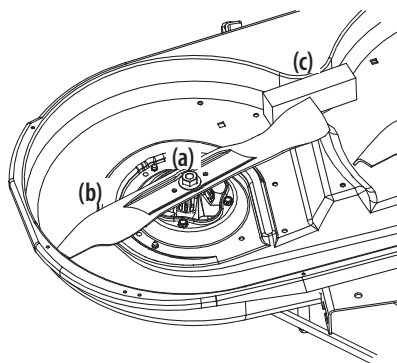

Figure 49
2. Utilisez une clé de 15/16 po pour maintenir l'écrou hexagonal au sommet de l'ensemble de la fusée en desserrant l'écrou hexagonal (a) retenant la lame (b). Vous pouvez placer une cale en bois (c) entre le carter du plateau de coupe et le tranchant de la lame (b) pour aider à débloquer l'écrou hexagonal (a) retenant la lame. Consultez la Figure 49.